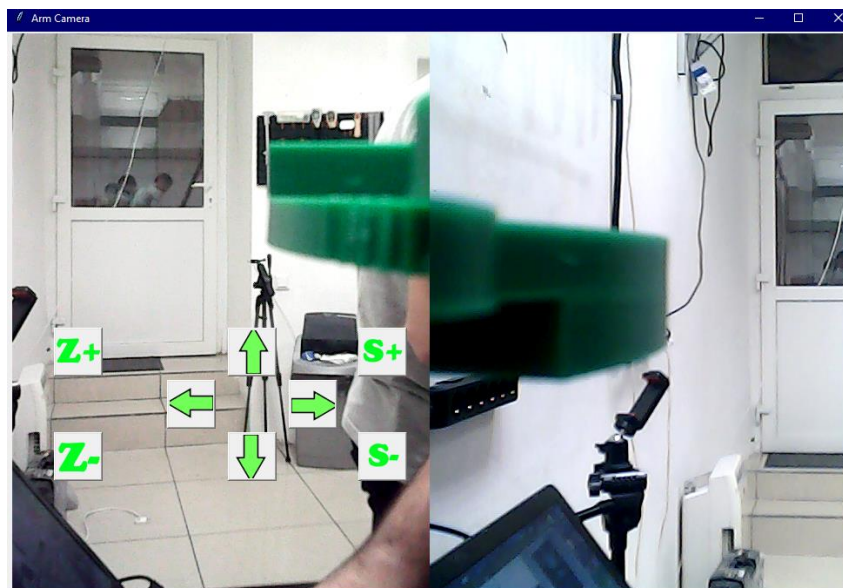

Рис.2. Пример интерфейса ArmCamera
1. На подпрограмму подачи управляющего сигнала приходит изображение из двух камер (углы камер настраиваются, но оптимальный вариант для возможности наблюдать за сервомотором на рис.2). Данная подпрограмма должна обрабатывать полученные изображения и генерировать управляющий сигнал для манипулятора который будет отправляться с помощью библиотеки ArmControl.
Вместе с инструкцией прикреплен файл **Client/source/ArmCamera.py** для проверки работоспособности системы, в нем есть вывод информации с камер с возможностью управлять рукой в режиме реального времени с помощью графического интерфейса (рис.2.). Для корректной работы системы необходимо открыть файл **camera.cnf** и в нем прописать идентификаторы камер в системе. Данный пример демонстрирует работу с библиотекой **ArmControl** для дальнейшего управления манипулятором. Данную подпрограмму рекомендуется заменить на другую с автоматическим расчётом движения манипулятора.